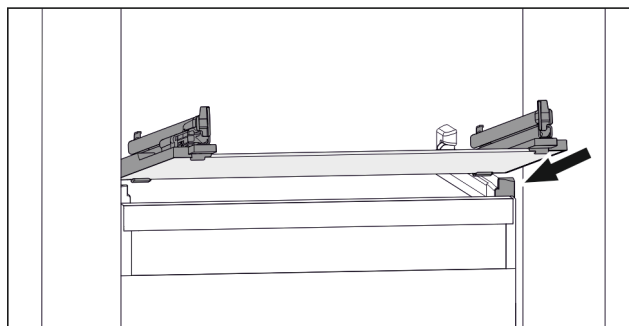

Fig. 98 Representación de la placa de vidrio a modo de ejemplo
- ▶ Coloque la placa de vidrio inclinada detrás de los topes. (consulte Fig. 98)